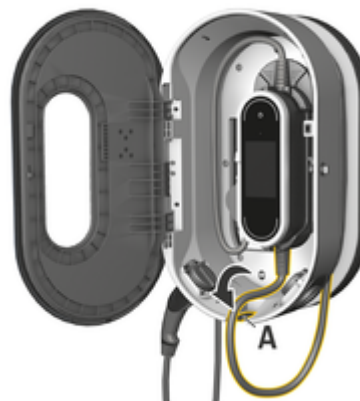

Fig. 19: Enganche la unidad de control
3. Introduzca el cable de vehículo por el orificio **A** (Fig. 19) y enrolle el cable sobrante en el puerto de carga.